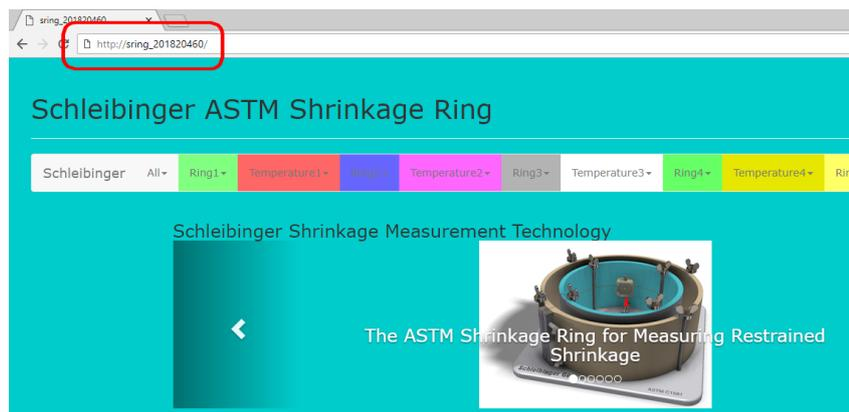

Abbildung 19: Zugriff auf das Schleibinger Gerät mit dem Hostname
- Geben Sie in der Adresszeile Ihres Browsers den Hostname des Gerätes (siehe Werkseinstellungen) ein in der Form "**http://...**"(Abb. 19).
Ein DHCP-Server erteilt dem Datenlogger eine freie IP-Adresse und über den vergebenen Hostname mittels DNS erreichen Sie den Datenlogger, siehe Bild 19.